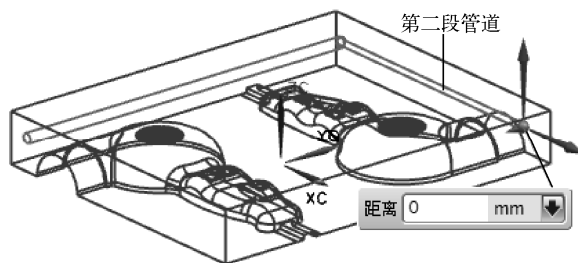

图 10-89 创建第二段管道
(9) 按照上述方法，继续创建第二段管道，如图 10-89 所示。